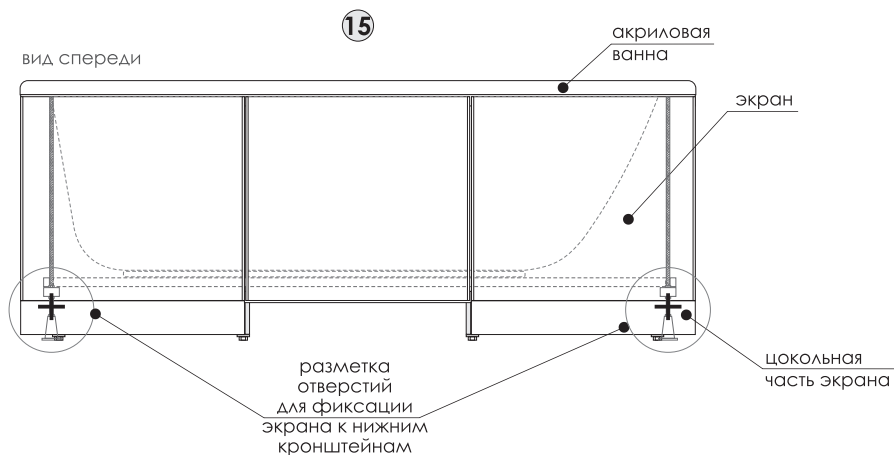

рис. 15
15. Разметьте отверстия для фиксации экрана в его цокольной части и в нижних кронштейнах (рис.15).